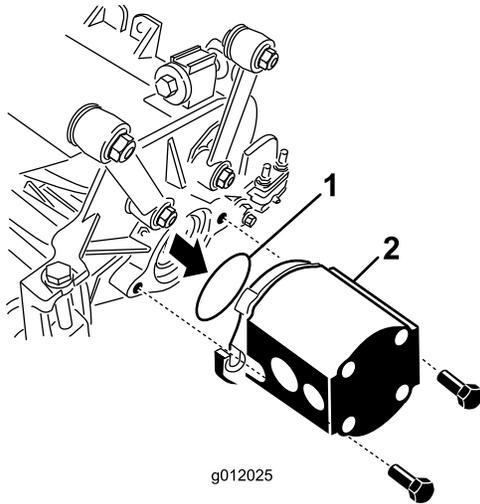

Figure 24
- Placez le joint torique (fourni avec le plateau de coupe) sur le flasque du moteur d'entraînement (Figure 24).
- Montez le moteur du côté entraînement du plateau de coupe et fixez-le avec deux vis d'assemblage fournies avec le plateau de coupe (Figure 24).